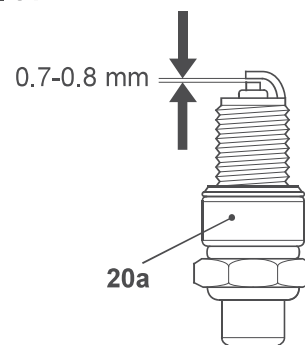

Fig. 32
6. Verifique a folga da vela de ignição. Deve encontrar-se entre os 0,7 e os 0,8 mm (Fig. 32).